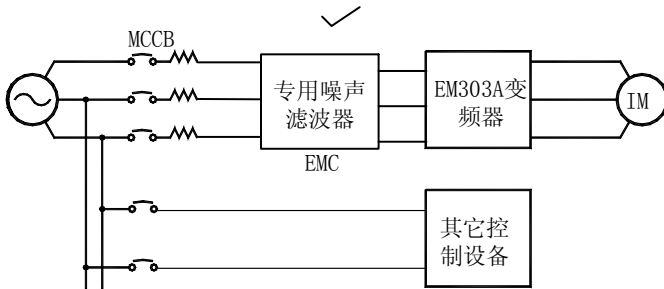
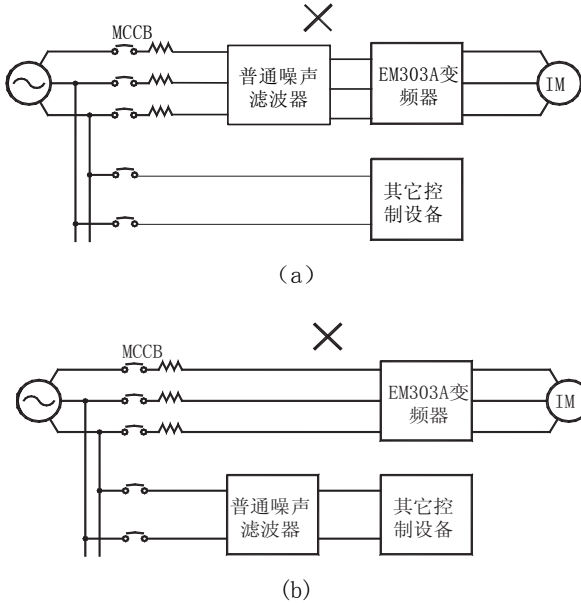

图 3-5 噪声滤波器的正确安装
图 3-6 噪声滤波器的错误安装
- 10 噪声滤波器的正确和错误安装方式如图 3-5 和图 3-6 所示。